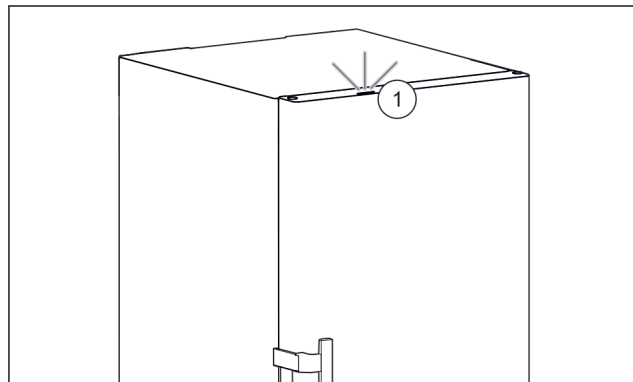

Fig. 41 Lumină de stare activă cu ușa închisă
- ▷ Lumina de stare Fig. 41 (1) este activată.